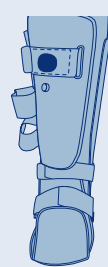

Fig.4
6. Stringere le cinghie sul piede. (fig.4)